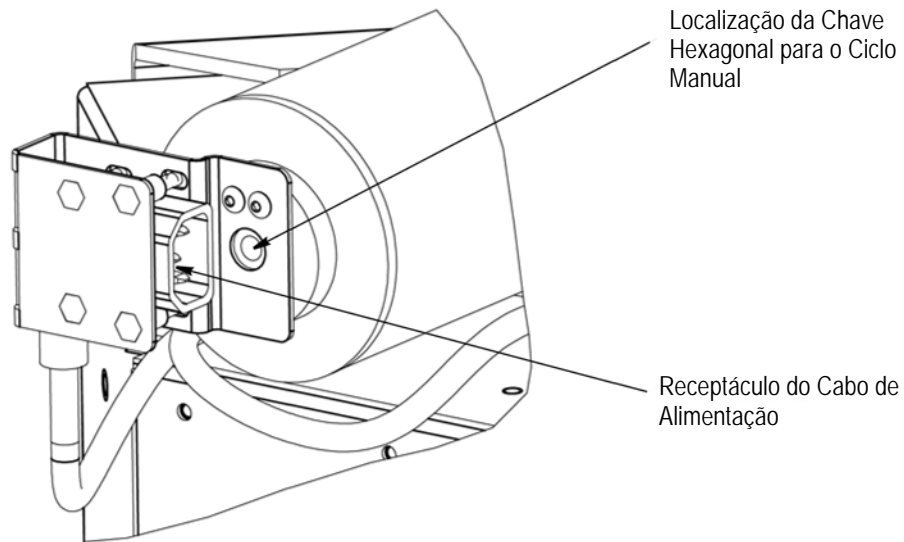
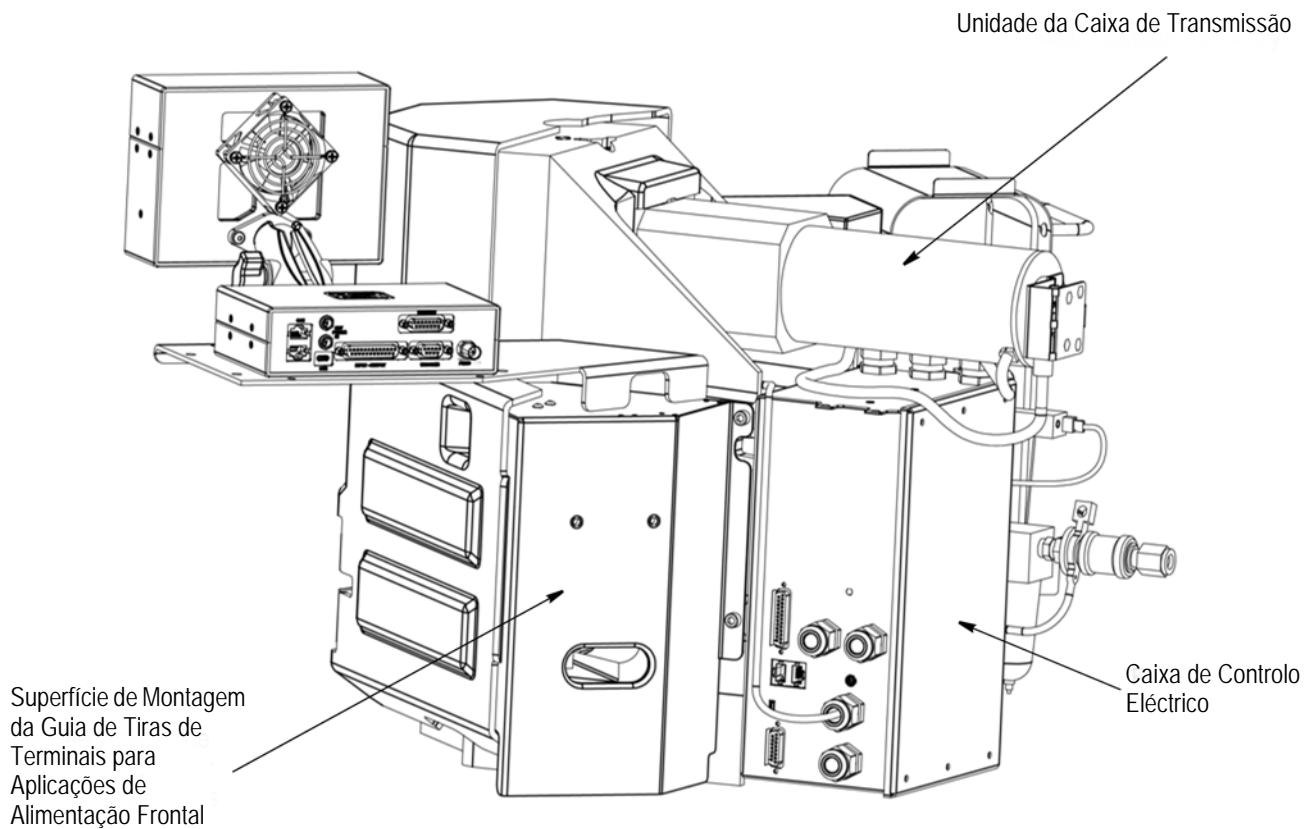

Figura 3
Figura 4
1. O **grupo motor** inclui um motor CC que acciona uma cambota. Consulte Figura 3 e a Figura 4. O motor é activado em cada ciclo e faz a cambota realizar uma rotação completa. Uma chave hexagonal está localizada na extremidade do motor, permitindo que seja feito o ciclo manual do motor. A chave hexagonal é acessível desligando o cabo eléctrico da parte de trás do motor.